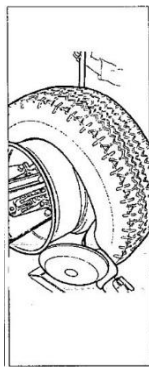

Fig.7.7
I. Drej krogen 180°, og anbring den mellem fælg og vulst (se Fig.7.7). Flyt værktøjsarmen indtil vulsten er ved kanten af fælgen.